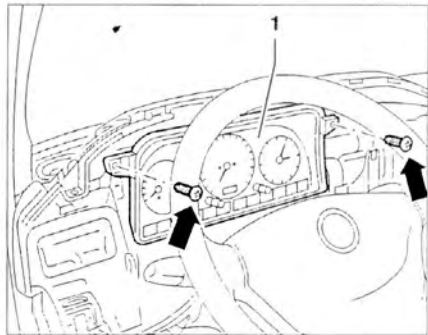

Рис. 10.35. Выкрутите винты (стрелка) и переместите щиток приборов 1 назад.
16. Выкрутите винты (стрелка) и переместите щиток приборов 1 назад (рис. 10.35).